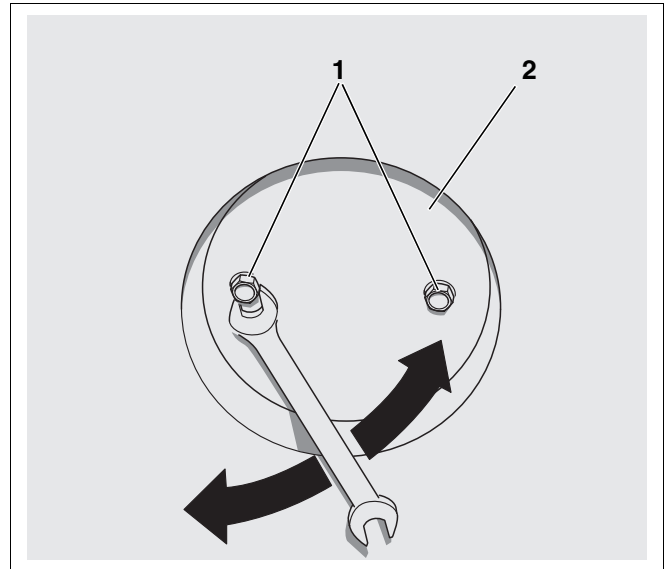

Abb. 8 Abgasanschluss Rückseite – Abdeckplatte lösen
- Zwei Schrauben (Abb. 8, **Pos. 1**) der darunter liegenden Abdeckplatte (Abb. 8, **Pos. 2**) lösen, ohne diese vollständig herauszudrehen.